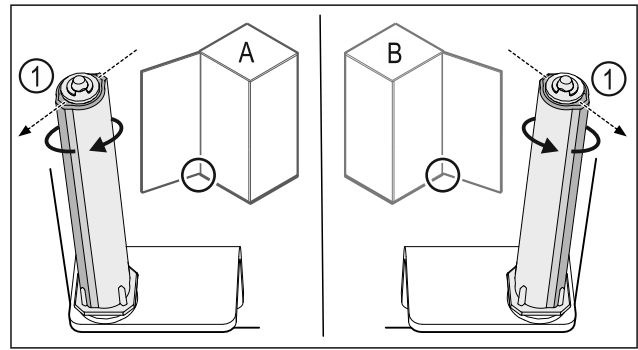

Fig. 41 Ovi avautuu vasemmalle (A) / ovi avautuu oikealle (B)
- ▶ Kierrä sulkuyksikköä vastusta vasten niin pitkälle, että sulkujärjestelmän porras Fig. 41 (1) osoittaa ulospäin.